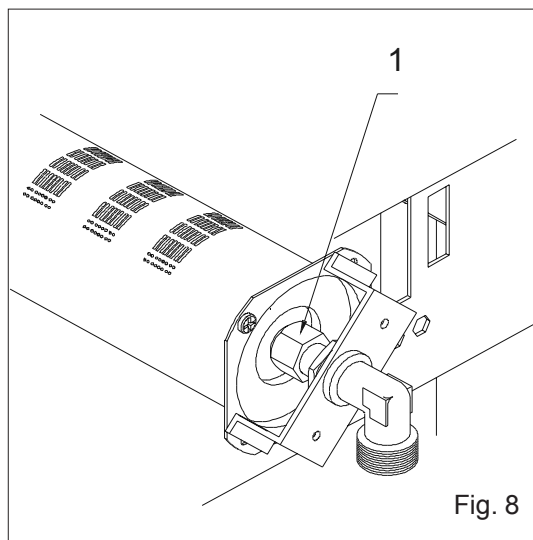

Fig. 8
- Accedere al bruciatore e con opportuna chiave svitare l'ugello 1 da sostituire (Fig. 8).